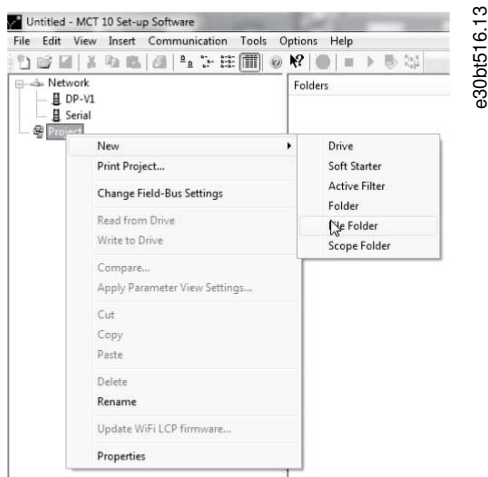

Рисунок 27: Вставка папки определенного типа
- Щелкните правой кнопкой мыши проект или существующую папку и выберите *New Folder* (Новая папка)/*New File Folder* (Новая папка с файлами), как показано в разделе Рисунок 27.